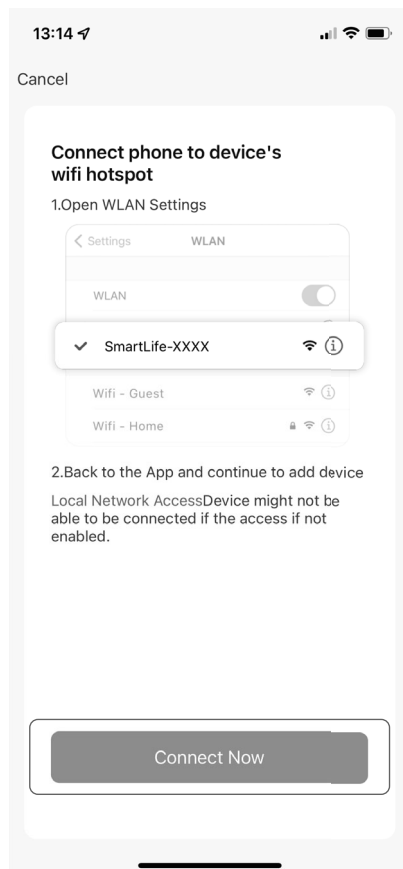

Fig. 8
- ▶ Cliquez au bas de l'affichage sur CONNECTER (**voir fig. 8**).